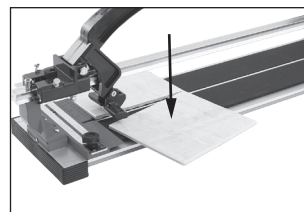

рис. 3
7. Поднимите ручку и установите лапку на конец линии разреза. Надавите на рукоятку, прилагая постепенно увеличивающееся усилие, пока плитка не сломается по линии реза (рис. 3).